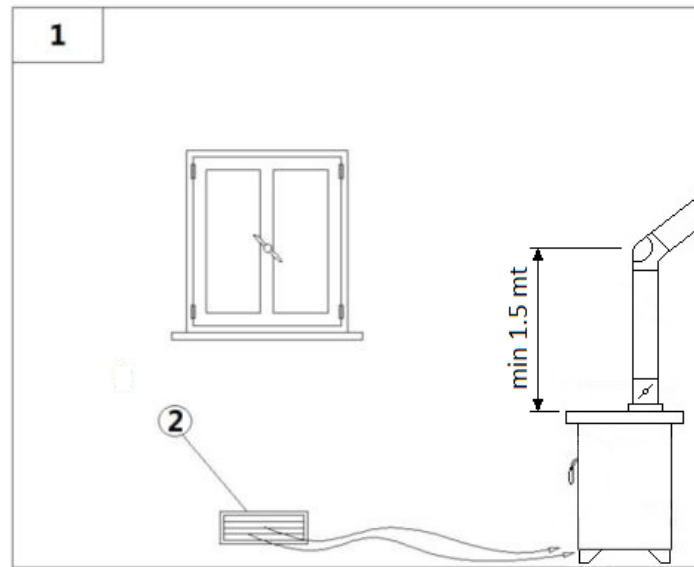

Fig. 5 - Afluencia del aire directa
LEYENDA Fig. 5 a pág. 8 -
- La afluencia del aire entre el ambiente externo y la sala puede suceder por vía directa por medio de una brecha en la pared externa del edificio (véase Fig. 5 a pág. 8); si no por vía indirecta por medio de una toma de aire por salas contiguas de la da ventilar (véase).